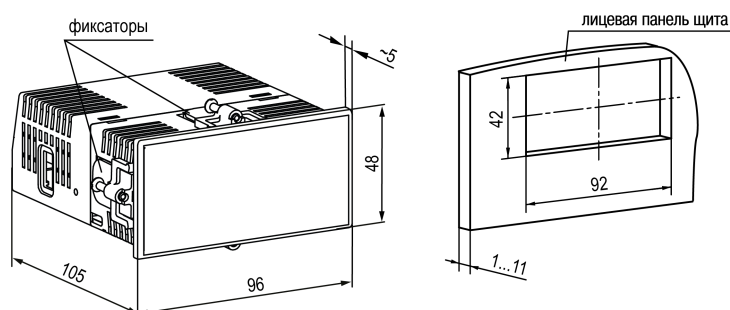

Рисунок 4.2 – Габаритные размеры корпуса Щ2 и монтажного отверстия в щите
1. Подготовить в щите управления монтажный вырез для установки прибора с помощью шаблона из комплекта поставки (см. рисунок 4.2).